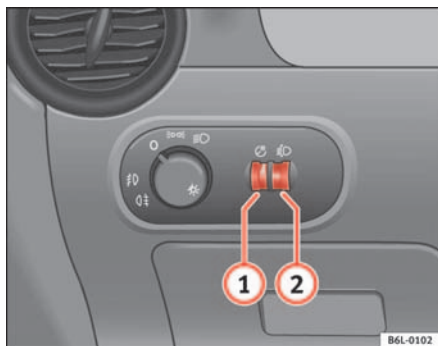

Abb. 57 Ausschnitt aus der Instrumententafel: Regler für die Instrumenten-/Schalterbeleuchtung und Leuchtweitenregulierung
Bei eingeschaltetem Licht lässt sich die Helligkeit der Instrumenten- und Schalterbeleuchtung durch Drehen des Rändelrades ⇒ Abb. 57 ① stufenlos regulieren.